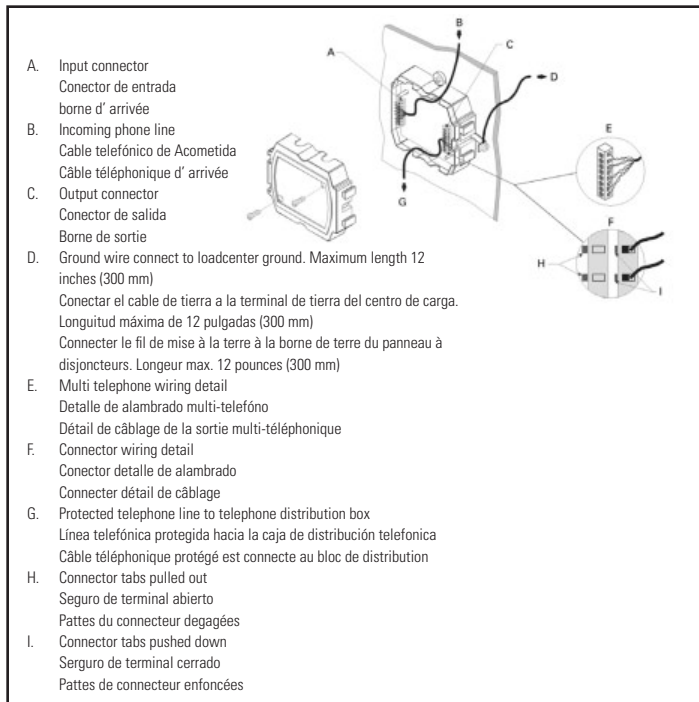

Figure 2. Wiring the CHSPTELE/Câblage du CHSPTELE/Conexión de CHSPTELE
5. Remove the cover to access the telephone connection terminals. (See **Figure 2**.)
8. To connect the telephone equipment, attach the outgoing equipment wire to the connector marked **OUT** in the same sequence. If several telephone outlets are attached to a single telephone line, route the telephone wire from the **OUT** terminal to the distribution block. (See **Figure 2**.)
5. Retirez le couvercle pour accéder aux bornes de connexion téléphonique (voir la **Figure 2**).
8. Pour brancher l'équipement téléphonique, reliez le fil de ce dernier au connecteur **OUT**. Si plusieurs prises téléphoniques sont reliées à la même ligne, amenez le fil téléphonique de la borne **OUT** jusqu'à la boîte de distribution (voir la **Figure 2**).